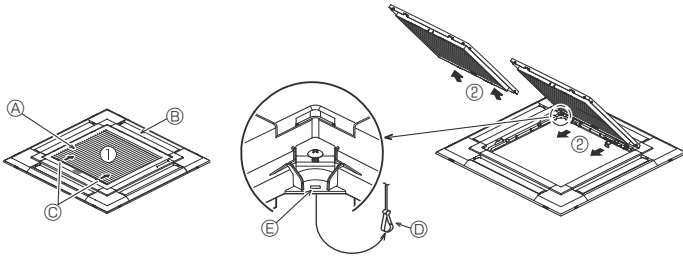

Fig. 9-3
9.2.1. การถอดตะแกรงช่องลมดูดเข้า (Fig. 9-3)
- เลื่อนที่จับไปตามทิศทางของลูกศร ① เพื่อถอดตะแกรงช่องลมดูดเข้า
- ในสภาพที่ตะแกรงช่องลมดูดเข้าเปิดอยู่ ถอดที่ยึดตะแกรงช่องลมดูดเข้าออกจากตะแกรงตามลูกศร ②
- คลายสกรู 4 ตัวที่มุมเลื่อนฝาครอบมุมไปในทิศทางตามลูกศร ① ในภาพ และถอดฝาครอบมุมออก
- [Fig. 9-3] [Fig. 9-4]
- (A) ตะแกรงช่องลมดูดเข้า